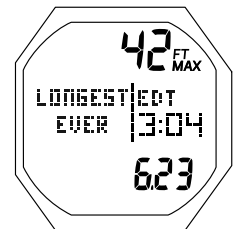

Fig. 129 - ÉCRAN DE DONNÉES FULL HISTORY N°3
**ÉCRAN DE DONNÉES FULL HISTORY N°3** : paramètres affichés (Fig. 129)